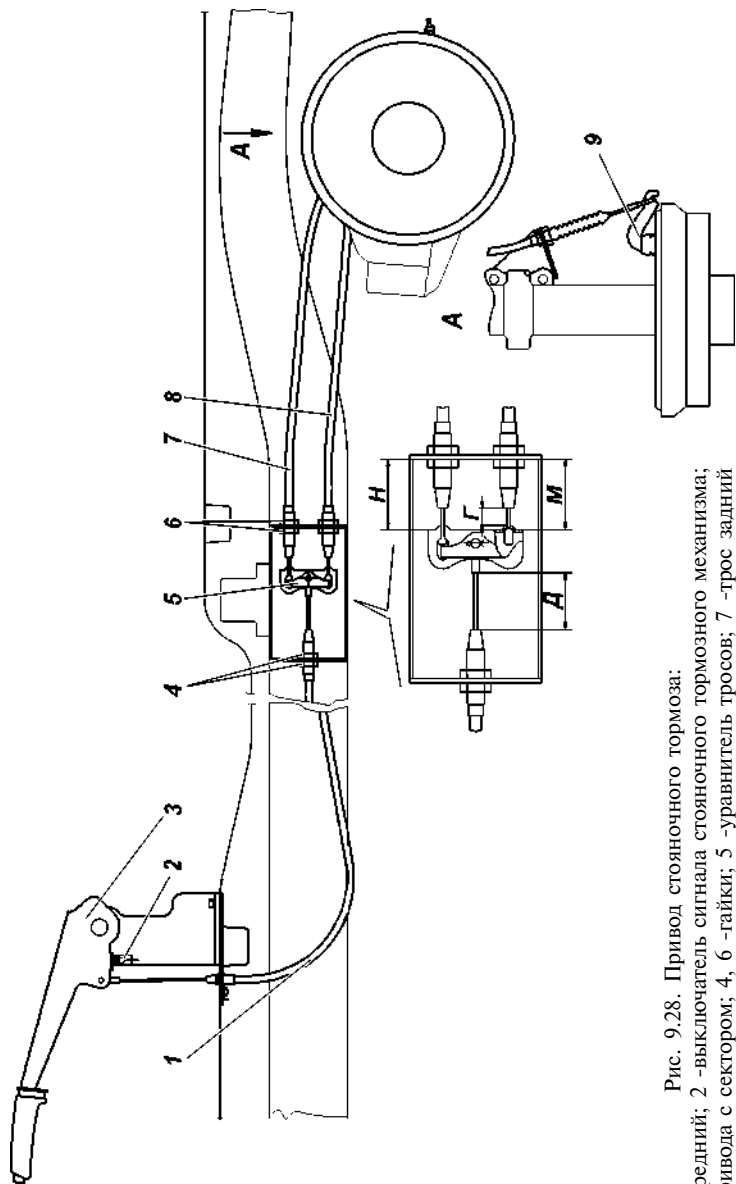

Рис. 9.28. Привод стояночного тормоза:
Колесный стояночный тормоз действующий на тормозные колодки задних колес (рис. 9.28).
3. Установите рычаг стояночного тормоза 3 (рис. 9.28) в нижнее положение.
$D = 35$ мм (min) и разницу размеров М и Н не более 6 мм (рис. 9.28). При выборе слабины тросов, перемещение рычагов 9 не допускается.